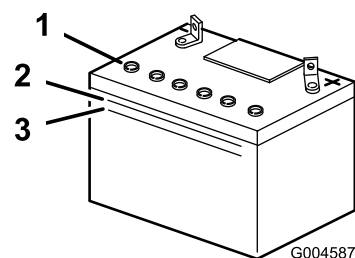

Figura 29
- Mire hacia el lateral de la batería. El electrolito debe llegar a la línea superior (Figura 29).
Nota: No permita que el electrolito esté por debajo de la línea inferior (Figura 29).
3. Retire los tapones de ventilación de la batería (Figura 29).
4. Vierta lentamente agua destilada en cada célula de la batería hasta que el nivel de electrolito llegue a la línea superior (Figura 29) de la caja de la batería.
5. Espere de cinco a diez minutos después de llenar las células de la batería. Añada agua destilada, si es necesario, hasta que el nivel de electrolito llegue a la línea superior (Figura 29) de la caja de la batería.